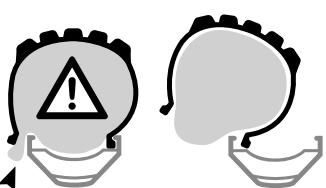

Figura 27. Camera d'aria pizzicata tra pneumatico e cerchio
- Successivamente spingere il secondo lato del tallone dello pneumatico nel cerchio, prestando attenzione a non pizzicare la camera d'aria tra lo pneumatico e il cerchio. (Vedere Figura 27).